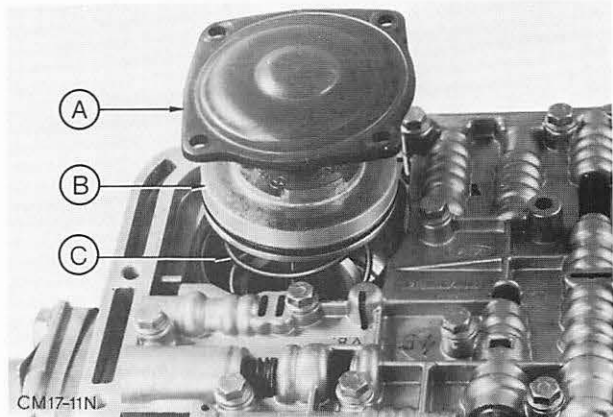

Abb. 116 Hinterer Servo
3. Hinteren Servo-Deckel abschrauben und Dichtung abnehmen. Servokolben mit Feder herausnehmen und, falls erforderlich, O-Ringe erneuern. Abb. 116.